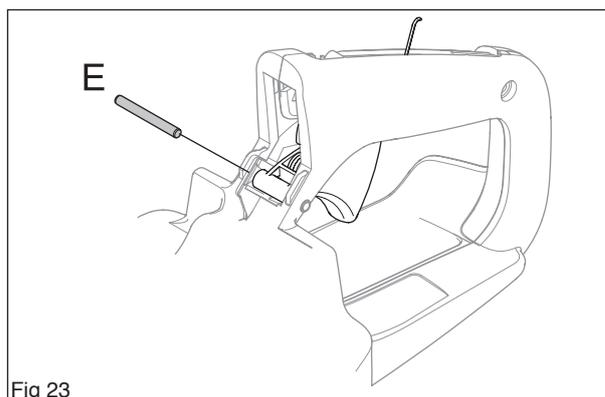

Fig 23
Tenir le ressort et introduire la gâchette dans l'évidement de la poignée (voir la figure 23).
Monter la goupille de la commande de l'accélération (E) à l'aide d'un mandrin (voir la figure 23).